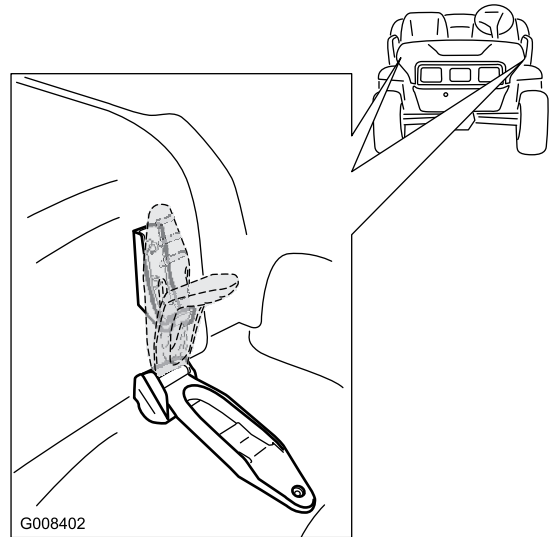

Figura 25
1. Eleve a pega dos trincos de borracha de cada lado do capot (Figura 25).
2. Segure no capot alinhando os trincos de borracha com as ancoras do trinco em cada lado do capot (Figura 25).